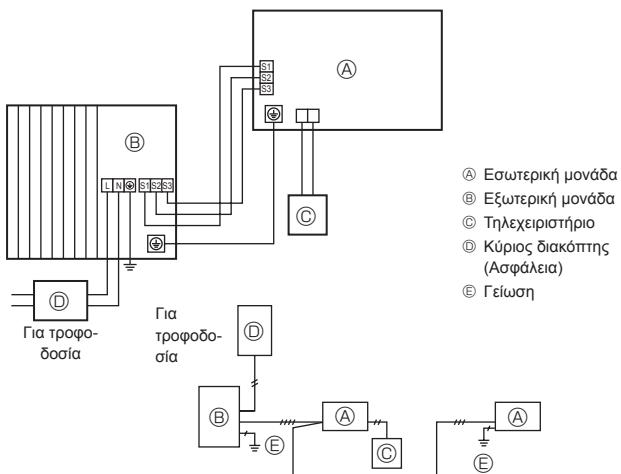
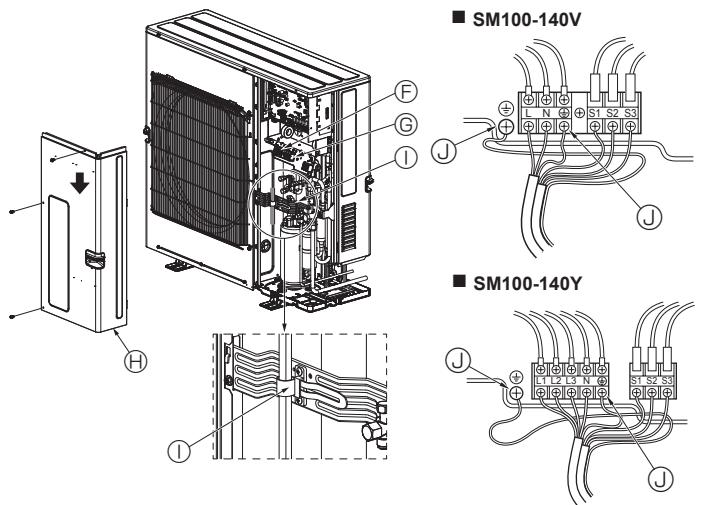

Fig. 6-1
Fig. 6-2
6.1. Εξωτερική μονάδα (Fig. 6-1, Fig. 6-2)
① Αφαιρέστε το πλαίσιο συντήρησης.
② Συνδέστε τα καλώδια που αναφέρονται στην Fig. 6-1 και στην Fig. 6-2.